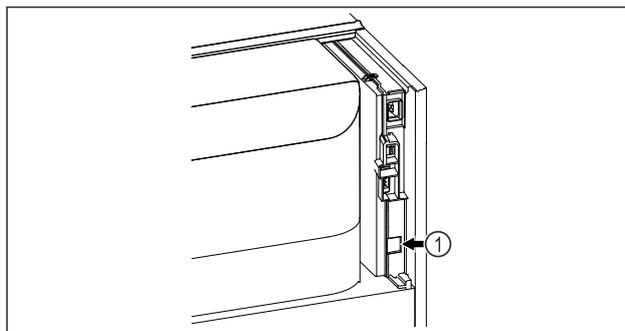

Fig. 99
- Se utiliza SmartModule Fig. 99 (1).